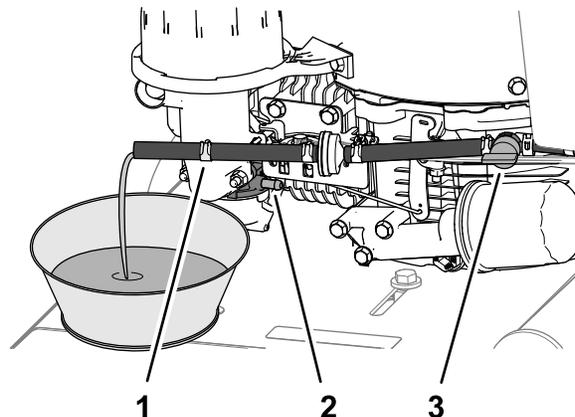

Рисунок 36
4. На карбюраторе сожмите концы шлангового хомута и отведите его от топливного штуцера (Рисунок 36).